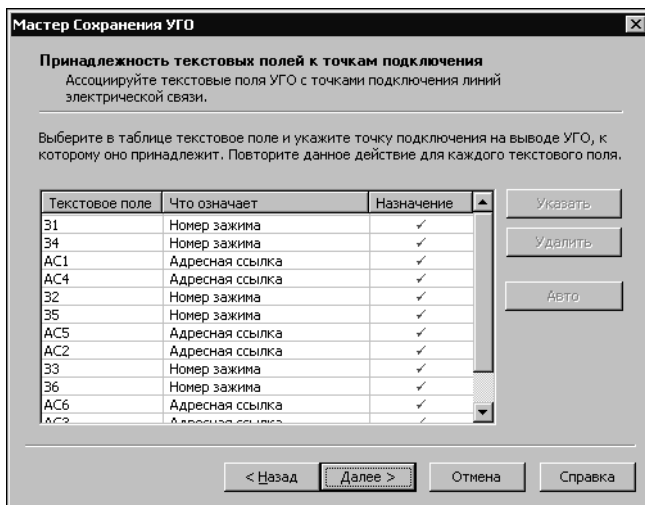

Рис. 11.8. Связь текстовых полей УГО с точками подключения
11. После выполнения ассоциации настоятельно рекомендуется проконтролировать соответствие текстовых полей номеров зажимов точкам подключения на графике УГО. В окне Мастера (рис. 11.8) выберите курсором строку с номером зажима. На графике УГО красным цветом будет выделена точка подключения. Если номер зажима, выбранный в окне диалога, не совпадает с номером зажима на изображении УГО, значит, допущена